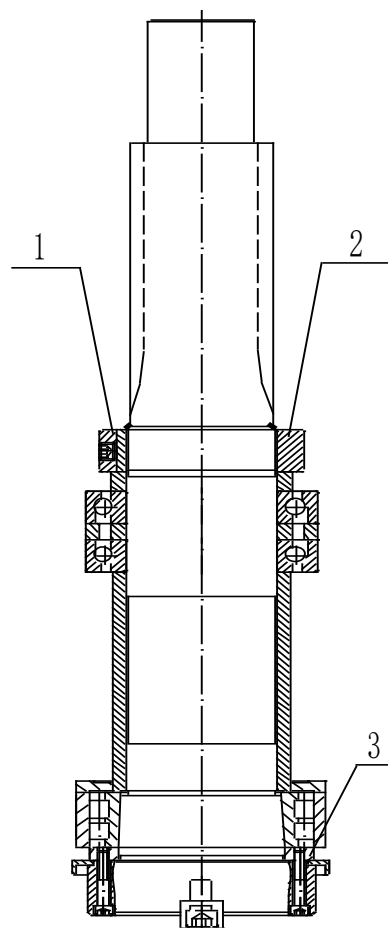

Рис. 5
Порядок регулировки: снять пиноль шпинделя, отрегулировать гайку (2) и шайбу (3) так, чтобы выставить зазор шпинделя (Рис.5)